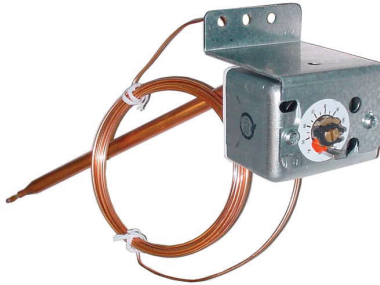

Figure 34. Thermostat de conduit monté sur unité
- **Ductstat avec tube capillaire (option AG3)** : Le thermostat de conduit monté sur l'unité (voir Figure 34) offre une plage réglable de 0°F à 100°F (–17.8°C à 37.8°C) avec une température différentielle fixe de 3°F (1.7°C). La sonde est préréglée en usine à 70°F (21.1°C). En raison des différents réglages de débit d'air (CFM) et des températures de l'air extérieur, la température moyenne de sortie en aval pourrait ne pas correspondre exactement au réglage du thermostat de conduit. Une fois l'installation terminée, ajustez le point de consigne du thermostat de gaine afin d'obtenir la température moyenne de sortie souhaitée.